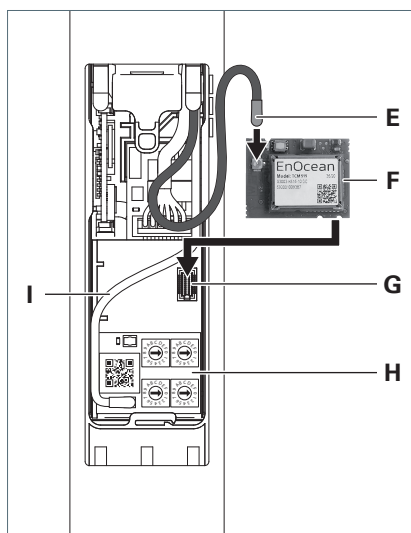

Fig. 3 : Installer le module radio TALK MODUL EnOcean.
- ▶ Branchez le câble d'antenne gris **E** sur le bouton-poussoir de la carte **F**, voir Fig. 3.